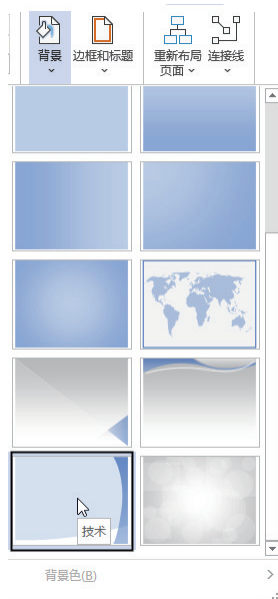

图 1-34 选择背景样式
(4) 在功能区的“设计”选项卡中单击“背景”按钮，然后在打开的列表中选择名为“技术”的背景样式，如图 1-34 所示。